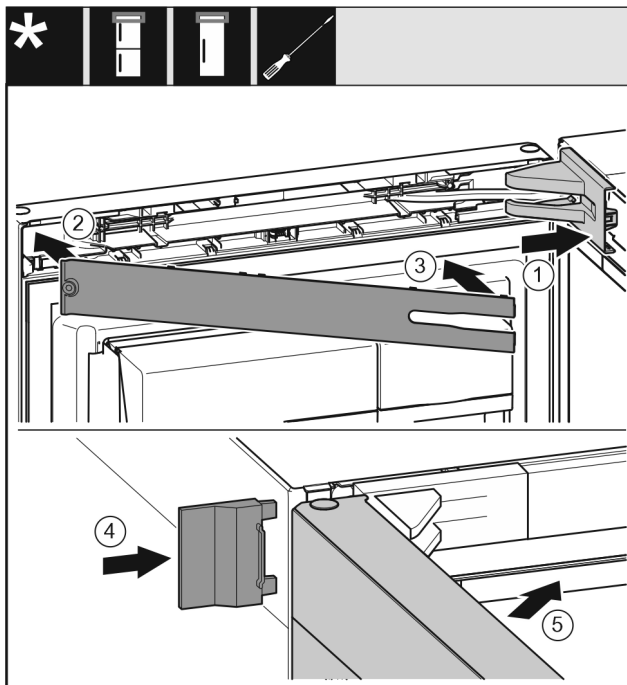

Fig. 26
- ▶ Nasadte a zaklapněte kryt stojanu ložiska Fig. 26 (1), příp. opatrně přitlačte od sebe.
- ▶ Nasadte záslepku Fig. 26 (2).
- ▶ Záslepku Fig. 26 (3) sklopte a zaklapněte.
- ▶ Vnější kryt Fig. 26 (4) nasuňte.
- ▶ Zavřete horní dveře Fig. 26 (5).